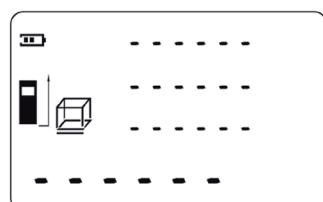

Fig. 11
- Premere il tasto 4 per le modalità per selezionare la modalità per la misurazione del volume. La riga lampeggiante nel simbolo indica la lunghezza da misurare (fig. 11).